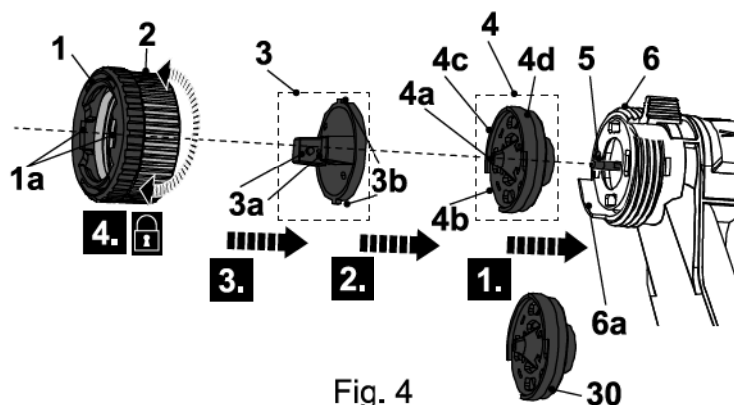

Fig. 4
- > Alinhe o entalhe do bico de pulverização (4b) com o espigão da cabeça de pulverização (6a) e fixe cuidadosamente o bico de pulverização Ø 2,5 mm (4) ou o bico de pulverização Ø 2,0 mm (30) sobre a cabeça de pulverização (6). Assegure que a agulha do bico (5) possa ser facilmente localizada no orifício central do bico (4a) sem danos (Fig. 4, etapa 1).
- > Alinhe os espigões da tampa do ar (3b) com o passo inferior do bico de pulverização (4c) e empurre-os suavemente (Fig. 4, Passo 2).
- > Alinhe as ranhuras (1a) da tampa de ajuste do tampão de ar (1) com as âncoras do tampão de ar (3a) (Fig. 4, Etapa 3).
- > Voltar a colocar a porca de união (2) sobre a cabeça de pulverização (6). Apertar a porca de capa (2) para fixar o conjunto completo (Fig. 4, etapa 4).